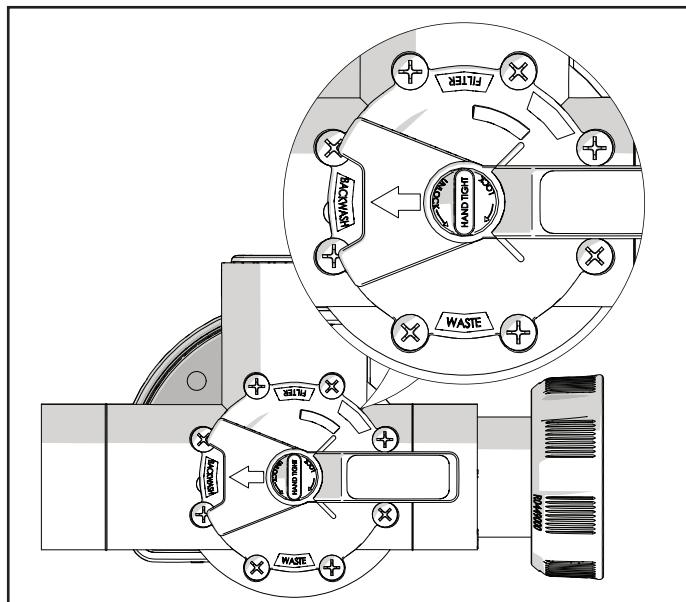

Figura 4. Posiciones de la manija de la válvula (válvula en modo de retrolavado)
1. Asegúrese de que la manija de la válvula apunte a **FILTER (FILTRAR)**. Consulte la Figura 4.
4. Gire la manija de la válvula a la posición **BACKWASH (RETROLAVADO)**. Consulte la Figura 4.